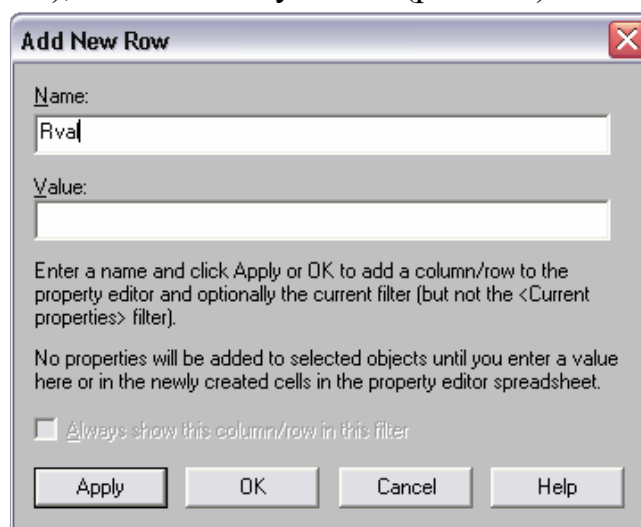

Рисунок 6.7 – Текстове поле Add New Row
- у текстовому полі Name ввести Rval (без усякої фігурної дужки, тому що PSpice сприймає текст у фігурних дужках як вираз, який оцінює як числове значення), потім клацнути ОК (рис. 6.7);